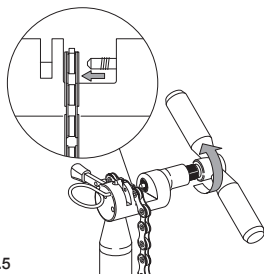

Fig.5
- vissez l'outil jusqu'à ce que le rivet sorte complètement du perçage du maillon (Fig. 5).